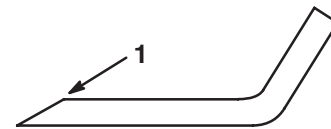

Figure 28
1. Au moyen d'une lime, aiguisiez les tranchants aux deux extrémités de la lame (Fig. 28) en veillant à conserver l'angle d'origine. Limez la même quantité de métal sur chacun des deux tranchants pour ne pas déséquilibrer la lame.